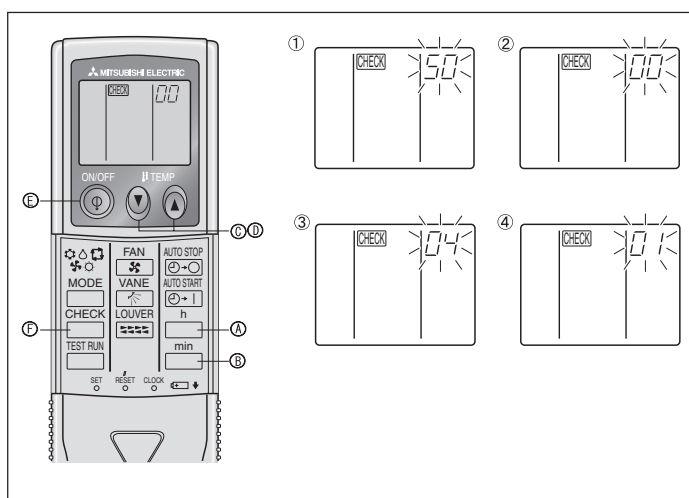

Fig. 6-10
- Нажмите кнопку MODE Ж), и режим и номер установки (1) и (2) переключатся в состоянии постоянного отображения на дисплее, что позволит подтвердить содержание настройки.
2) Для беспроводного пульта дистанционного управления (Fig. 6-10)